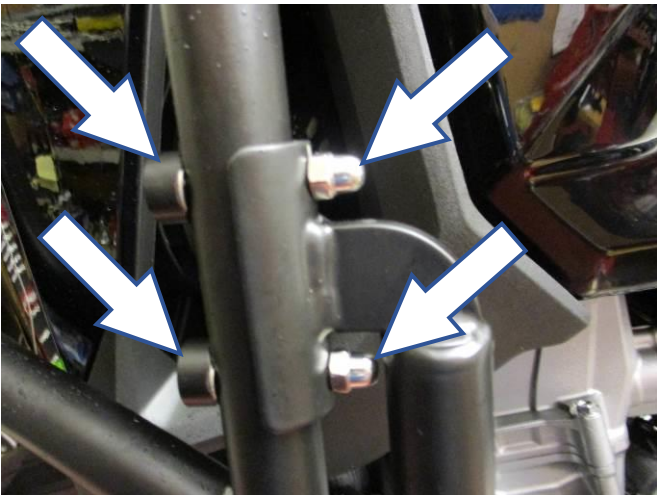

Abbildung 9
- Die zwei Distanzhalter an den M6 Schrauben (**Artikel 4 and 5**) montieren. Die Schrauben durch den oberen Adventure Bar-Sturzbügel in die obere Montagehalterung des unteren Adventure Bar-Sturzbügel einführen wie in **Abbildung 9** abgebildet. Die obere Schraube kann komplett eingeschraubt sein, aber die Hutmutter (**Artikel 7**) muss an den unteren Schrauben eingerastet sein, bevor sie festgezogen werden kann. Die übrige Mutter kann dann an der oberen Schraube befestigt werden – siehe **Abbildung 9**.